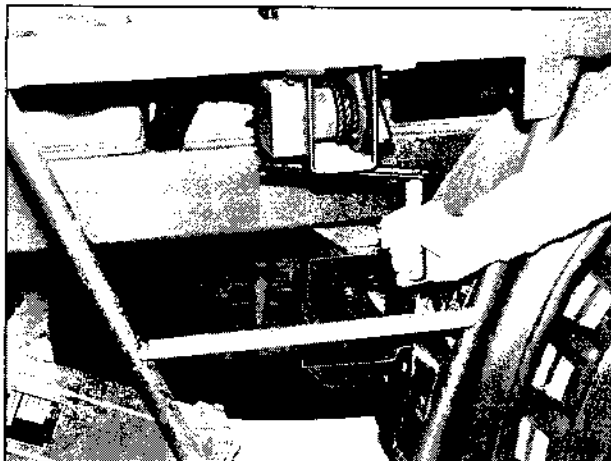

Bild 138
5. Ersatzrad durch Drehen der Kurbel auf den Boden ablassen (Bild 138).